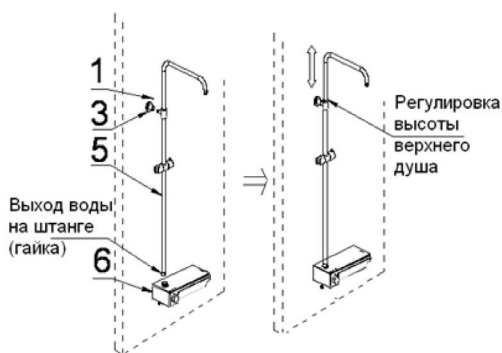

Рис.9
6. Прикрутите душевую штангу (5) в выходу воды на корпусе смесителя (6) с помощью гайки на душевой штанг, затем вставьте душевую штангу (5) в настенный кронштейн (3) и зафиксируйте его с помощью винта М5Х5 (1) в настенном кронштейне (3) с помощью шестигранника (рис.9).